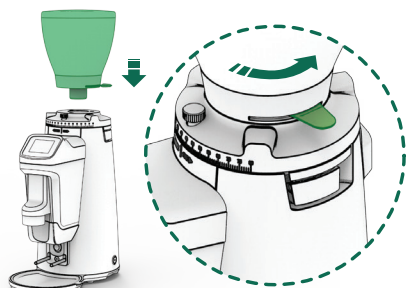

Fig. 1
Colocar la tolva (2) en el regulador de molienda (16) y asegurarse que el obturador de café (4) está en la posición de cerrado (Fig. 1).